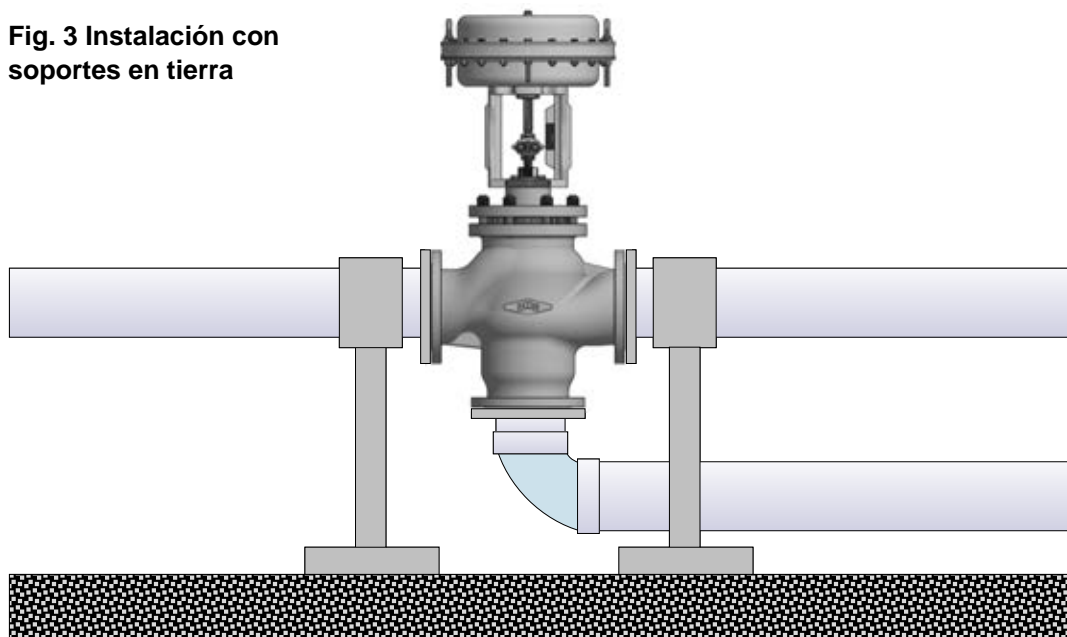

**Fig. 2 Secuencia de apriete**
Para garantizar la uniformidad de la carga y la alineación, los bulones de las bridas se deben apretar de forma gradual y en secuencia cruzada, como se indica en la «Fig. 2»
- ♦ Aflojar la tuerca (1) y desatornillar por completo los bulones (3).
- ♦ Desatornillar por completo los bulones (4) manteniendo bloqueado el vástago (2).
- ♦ Separar el grupo del bonete (5) del cuerpo de la válvula (6).
- ♦ Sacar el vástago (2) por completo del obturador superior (9) del bonete (5).
- ♦ Desatornillar los recintos (7) y (8) usando las llaves adecuadas.
- ♦ Extraer el obturador inferior (10).
- ♦ Si es necesario, reemplazar los recintos (7) y (8).
- ♦ Insertar en el bonete (5) el obturador nuevo, teniendo cuidado de lubricar el vástago con aceite de silicona.
- ♦ Reemplazar siempre la junta del cuerpo (11) limpiando con cuidado las plantas de apoyo.
- ♦ Apretar las tuercas (3) de forma gradual y en secuencia cruzada, como se indica en el ejemplo en la «Fig. 2» del párrafo 2.01, usando los pares indicados en el capítulo 5
- ◆ Aflojar la tuerca (1) y desatornillar por completo los bulones (3).
- ◆ Separar el grupo del bonete (5) del cuerpo de la válvula (6).
- ◆ Sacar el vástago (2) por completo de los obturadores (9) y (10) del bonete (5).
- ◆ Desatornillar y reemplazar los recintos (7) y (8) usando las llaves adecuadas.
- ◆ Insertar en el bonete (5) el nuevo grupo obturadores, teniendo cuidado de lubricar el vástago con aceite de silicona.
- ◆ Reemplazar siempre la junta del cuerpo (11) limpiando con cuidado las plantas de apoyo.
- ◆ Apretar las tuercas (3) de forma gradual y en secuencia cruzada, como se indica en el ejemplo en la «Fig. 2» del párrafo 2.01, usando los pares indicados en el capítulo 5
- ⚠ **¡¡¡ATENCIÓN!!! La rotación de los vástagos (2) y (14) rompería el fuelle (12).**
- ♦ Separar el obturador (9) del vástago (13) quitando la clavija sobre el vástago (14), desatornillándola.
- ♦ Si es necesario, sustituir los recintos (7) y (8).
- ♦ Si es necesario, reemplazar el fuelle (12) y la junta (15) desatornillando el cuerpo (16).
- ⚠ **¡Atención! El cuerpo (16), el vástago (2) y el fuelle (12) constituyen un componente indivisible.**
- ♦ Reemplazar siempre la junta del cuerpo (11) y la junta del recinto (14) limpiando con cuidado las plantas de apoyo.
- ◆ Desatornillar por completo los bulones (4) manteniendo bloqueadas los vástagos (2) y (9).
- ⚠ **¡¡¡ATENCIÓN!!! La rotación de los vástagos (2) y (9) rompería el fuelle (12).**
- ◆ Desatornillar el recinto (7) usando las llaves adecuadas.
- ◆ Extraer los obturadores (9) y (10).
- ◆ Si es necesario, reemplazar los recintos (7) y (8).
- ◆ Si es necesario, reemplazar el fuelle (12) y la junta (15) desatornillando el cuerpo (16).